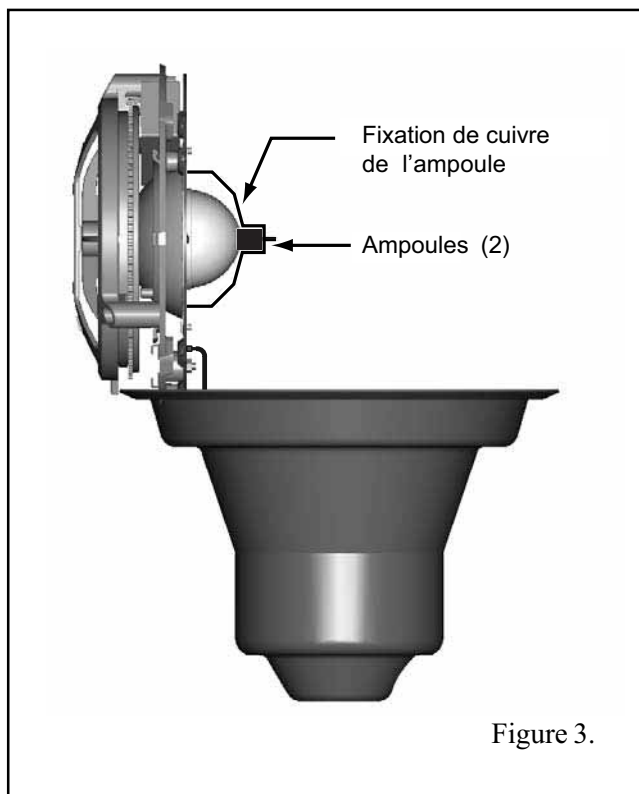

Figure 3.
- a. Avec une pince de 0.6 cm (1/4 de pouce), ôtez les écrous de retenue de la plaque de l'ampoule et placez-les en lieu sûr (voir figure 3).
- b. Soulevez le bloc roue colorée + ampoule pour dégager les boulons, puis relevez-le et arrêtez-le en position verticale afin de pouvoir accéder à l'ampoule (voir figure 3).